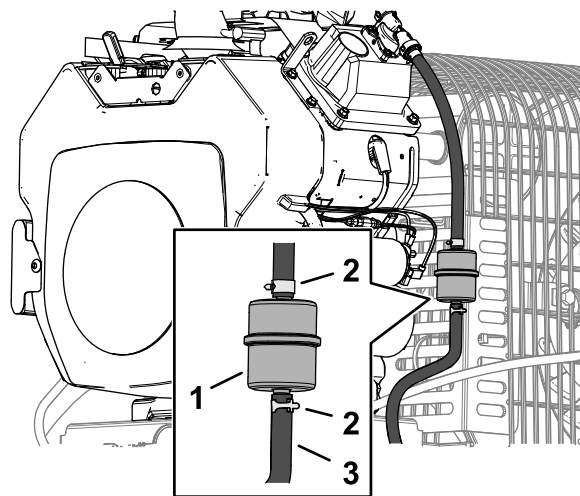

図 40
3. 古いフィルタのクランプをゆるめて脇に寄せる (**図 40**)。
5. 新しいフィルタをホースに取り付け、クランプで固定する **図 40**。
3. 燃料フィルタについているクランプをゆるめ、フィルタからはずす **図 40**。
4. 燃料フィルタから燃料ホースを抜き取る **図 40**。
**注** 落ちてくる燃料を燃料容器または廃油受けに受ける **図 40**。
5. フィルタに燃料ホースをつなぎ、クランプで固定する (**図 40**)。